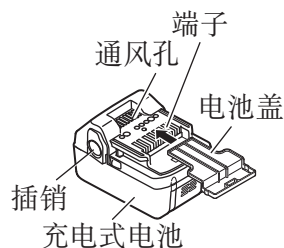

图 1
- 为防止发生短路，应将电池装入工具中或者在存放时牢固地插入电池盖，直至看不到通风口（参照图 1）。